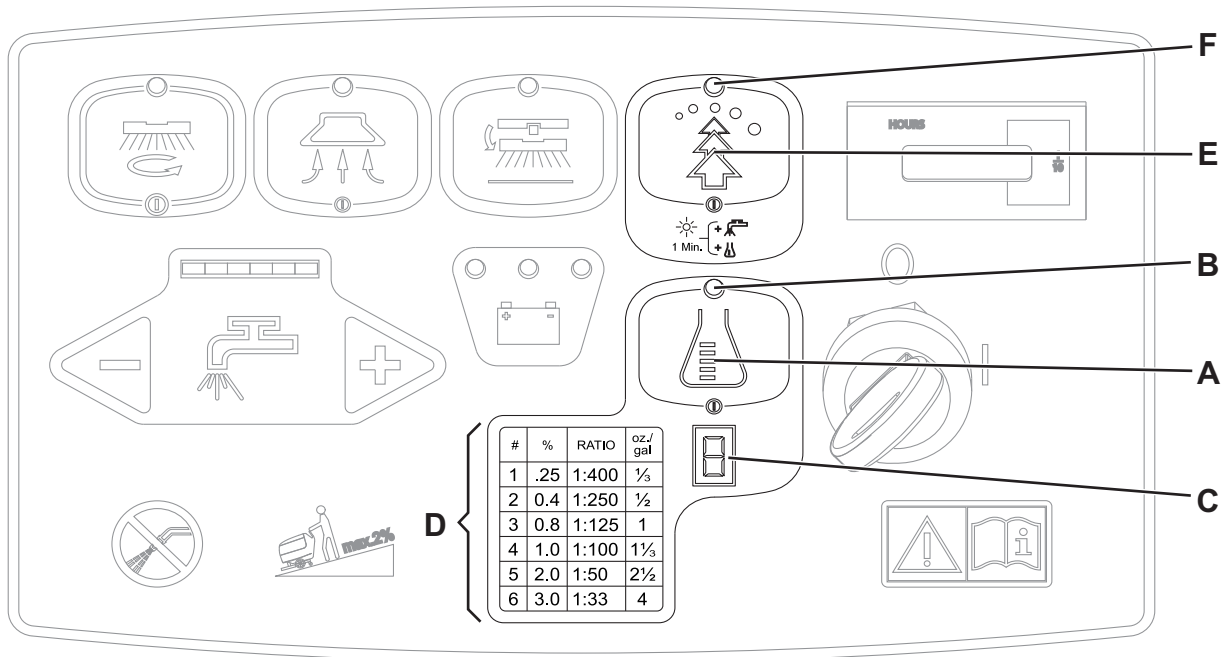

Рис. 5
Система, используемая для смешивания моющего средства с водой, включается с помощью переключателя регулирования расхода моющего средства (A, рис. 5): когда горит светодиодный индикатор (B), чистящее средство добавляется в мытьевую воду.
Нажмите на переключатель EcoFlex™ (E, Fig. 5), когда временно требуется большая моющая способность.